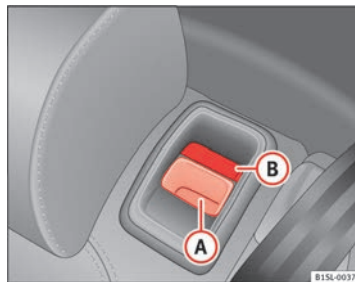

Fig. 67 Banquette arrière : touche de déverrouillage (A) ; marque rouge (B).
- Tirez la touche de déverrouillage ⇒ fig. 67 (A) vers l'avant et relevez en même temps le dossier de la banquette arrière.
- Le dossier de la banquette arrière est encastré lorsque la marque rouge de la touche (B) est visible.